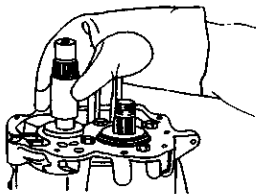

图 3-68 安装固定垫圈和五档齿轮滚针轴承内圈
41) 装上固定垫圈和五档齿轮滚针轴承的内圈(如图 3-68 所示), 使用专用工具 VW224b 和锤子将其放在适当的位置。